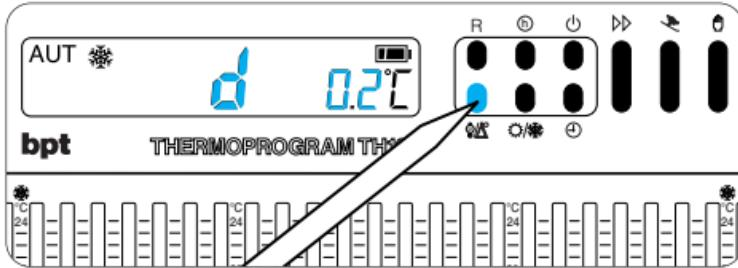

Fig. 13
4.1 - Premere due volte il pulsante $\textcircled{\text{P}}/\Delta^\circ$ (fig. 13). Sul display compare la scritta d 0.2°C che rimane visualizzata per circa 10 s.